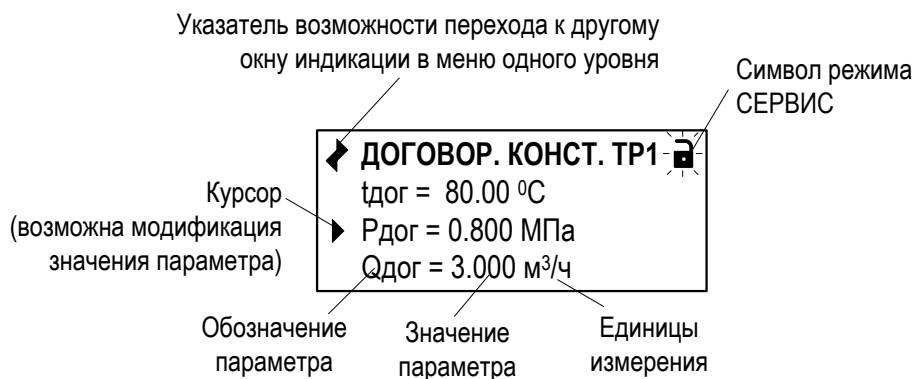

Рис.6. Вид одного из окон индикации многооконного меню.
6.1.5.2. Место расположения и символическое изображение курсора (рис.6) зависят от вида информации, отображаемой в окне индикации, и состояния установленного рядом с курсором (над курсором) пункта меню (значения параметра).
↔	– при отображении меню (рис.6), содержащих подменю, в которых возможно перемещение по окнам индикации одного уровня, предусмотренное структурным построением данного меню.